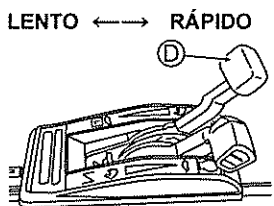

Fig. 19.
5 Ajuste a velocidade de corte com a alavanca de velocidade (D). (Veja a fig. 19.)